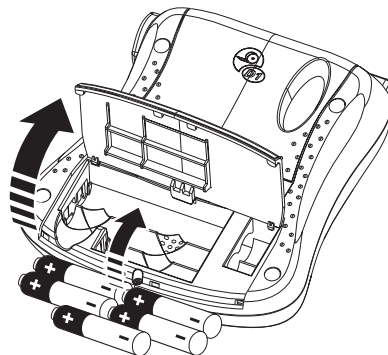

Abb. 2
1. Öffnen Sie die Batterieabdeckung (Abb. 2).